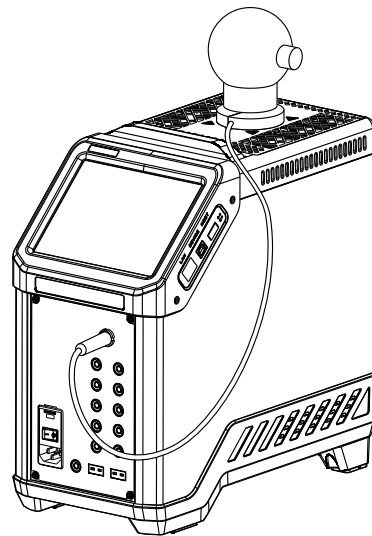

图 5 插入短支温度传感器
4. 将短支ConST600-16C智能温度传感器插入均热块预留的直径  $\phi 3.2$  的孔中, 插入深度应与待校准温度传感器插入深度一致; 必要时可将ConST600-16C智能温度传感器的线缆放置于均热块上表面的槽中引出; 然后将传感器接头插入干体炉前面板标准通道接口, 见图5;